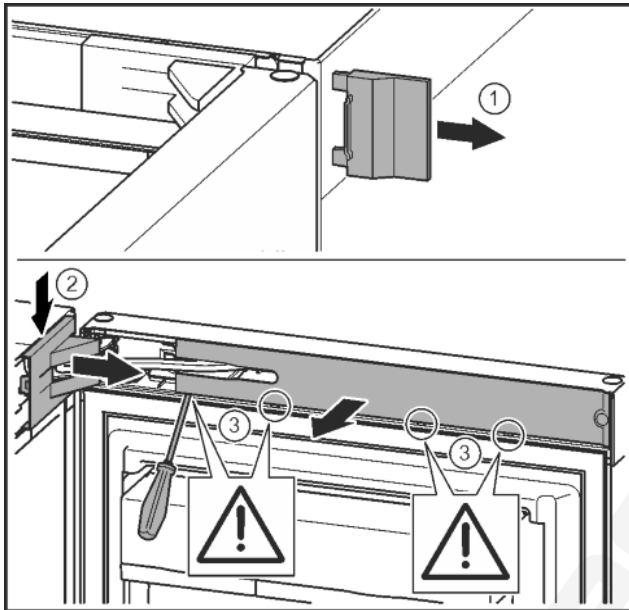

Fig. 6
► Vegye le a külső fedelet. Fig. 6 (1)
► Pattintsa ki és oldja ki a csapágybak fedelét. Vegye le a csapágybak fedelét. Fig. 6 (2)
► Hornyoltfejű csavarhúzóval pattintsa ki a lemezt, és fordítsa oldalra. Fig. 6 (3)